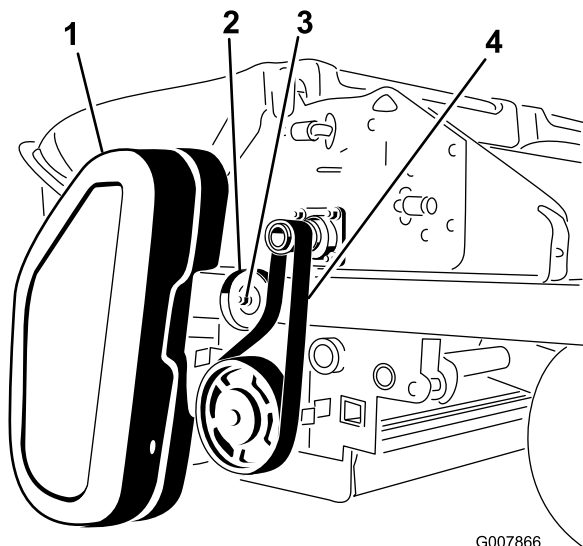

Рисунок 59
1. Снимите кожух ремня (Рисунок 59).
2. Ослабьте гайку на натяжном шкиве (Рисунок 59).
3. Снимите ремень с вала измельчителя и шкива щетки (Рисунок 59).